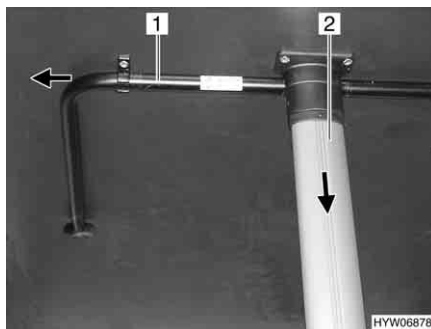

Fig. 78 Tavolo sospeso con piede ribaltabile e puntello
- Spingere il puntello (Fig. 78,1) nella direzione della freccia e ribaltarlo.
- Tirare il piede del tavolo (Fig. 78,2) nella direzione della freccia e ripiegarlo.